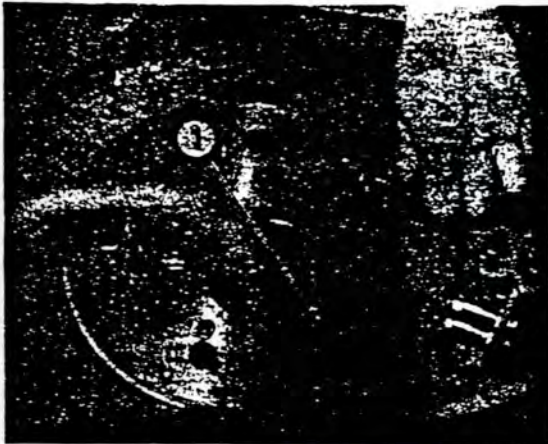

Fig. 1
- Schrauben von der Getriebeplatte lockern (Fig. 1/1).
- Slacken bolts on transmission plate (Fig. 1/1).